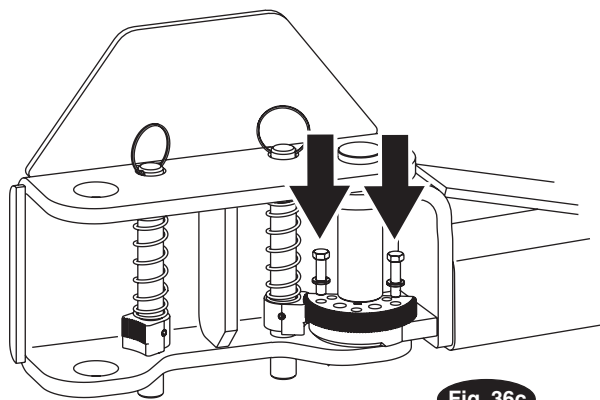
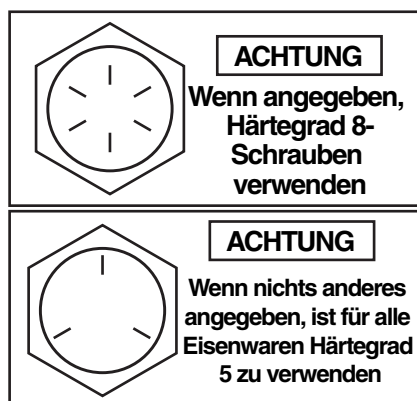

Fig. 36c
Fig. 37
A continuación, instale (3) HHCS 3/8"-16NC x 1-1/2" (12 en total para los 4 brazos) y las arandelas de presión elásticas de 3/8" en el engranaje y el brazo, pero no realice aún el apriete. Referencia: Fig. 36c, Fig. 37, y Fig. 38.